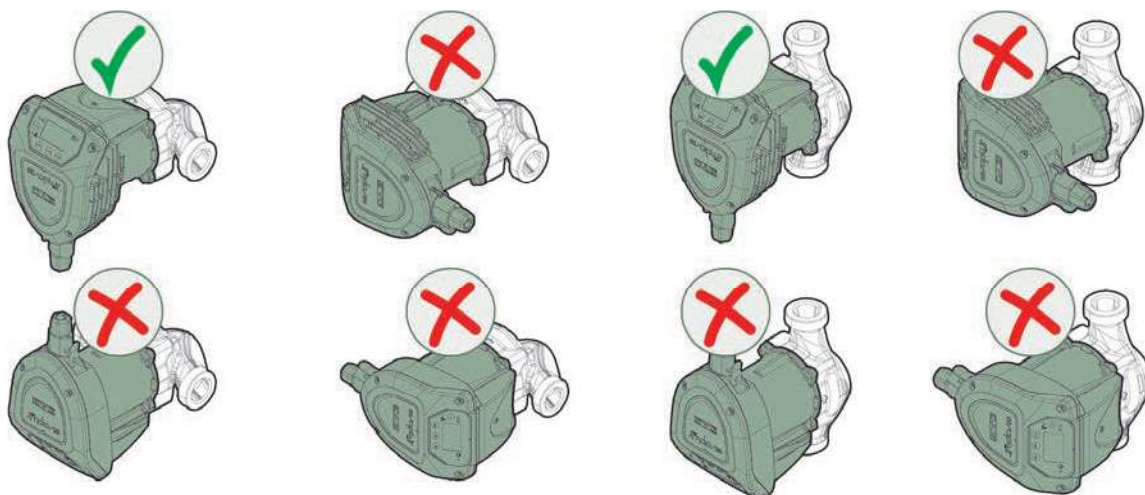

Figura 5
Este posibilă rotirea interfeței utilizatorului pe poziții diferite față de cea standard; consultați Figura 5
- În cazul în care temperatura mediului ambiant este mai mare decât temperatura lichidului, există riscul de formare a condensului. Acest condens trebuie și poate fi evacuat prin cel puțin **unul dintre cele trei orificii** de evacuare poziționate pe corpul motorului, consultați Figura 5